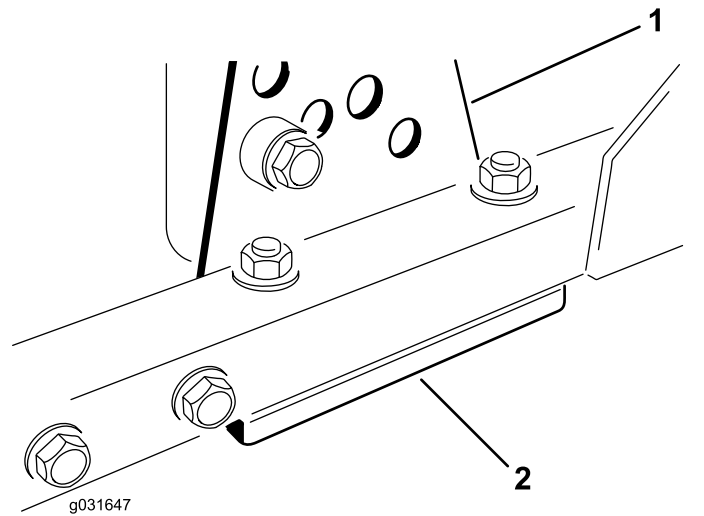

Bild 72
1. Entfernen Sie die Schnitthöhereinstellung (vorne, links oder rechts) vom Mähwerkrahmen (Bild 72).
2. Führen Sie 1,5-mm- und/oder 0,7-mm-Beilagscheiben zwischen dem Mähwerkrahmen und der Halterung ein, um die gewünschte Schnitthöhe zu erhalten (Bild 72).
3. Befestigen Sie die Schnitthöhereinstellung mit den restlichen Beilagscheiben unter der Schnitthöhereinstellung am Mähwerkrahmen (Bild 72).